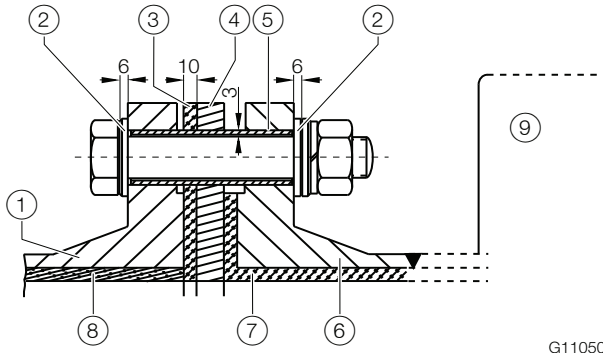
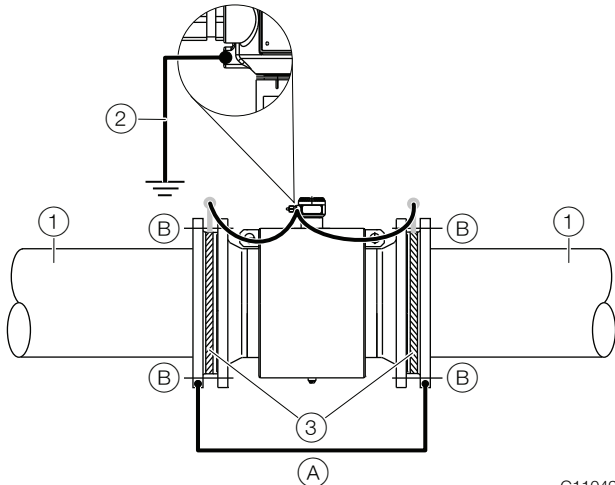

Fig. 28: Visning boltskruer
Fig. 29: Måleføler med jordingsplade og funktionsjord
- Ved fremmedstrømfrie rør, der er beklædt indvendigt med isolering, bør måleføleren indbygges med jordingsplader (før og efter måleføleren) isoleret i rørledningen. Katodebeskyttelsespotentialet føres uden om måleføleren. Jordingspladerne før og efter måleføleren ligger på funktionsjordpotentialet (Fig. 28 / Fig. 29).